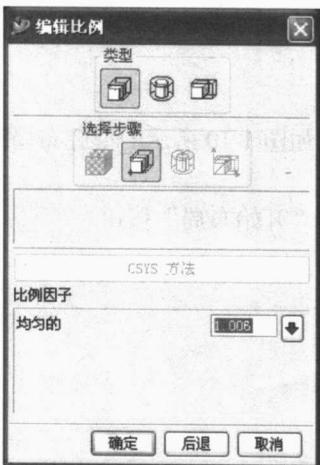

图 1-6 编辑比例对话框
- ① 在工具栏上单击“收缩率”按钮 ，系统弹出编辑比例对话框，如图 1-6 所示。